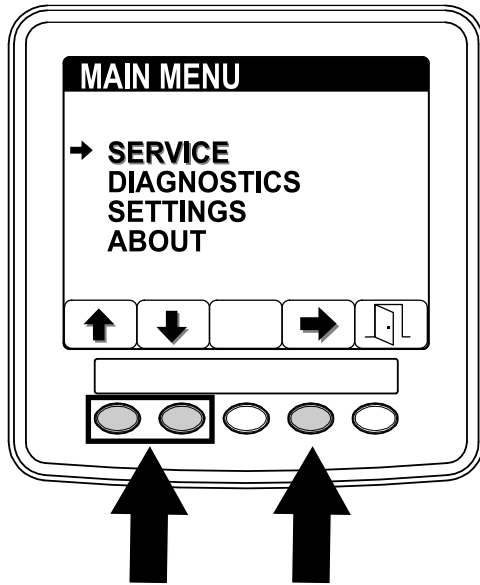

Figura 49
1. No MENU PRINCIPAL, prima o botão 1 ou o botão 2 para alcançar a opção de MANUTENÇÃO e prima o botão 4 para selecionar a entrada de MANUTENÇÃO (Figura 49).